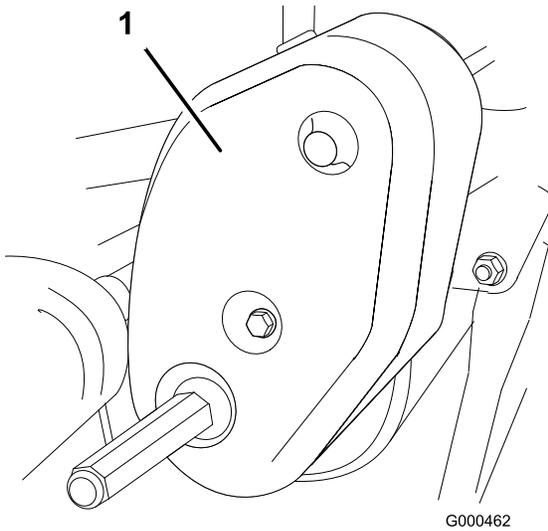

Bild 45
1. Nehmen Sie die Befestigungsschrauben der Riemenabdeckung und die Riemenabdeckung ab, um den Riemen zugänglich zu machen (Bild 45).